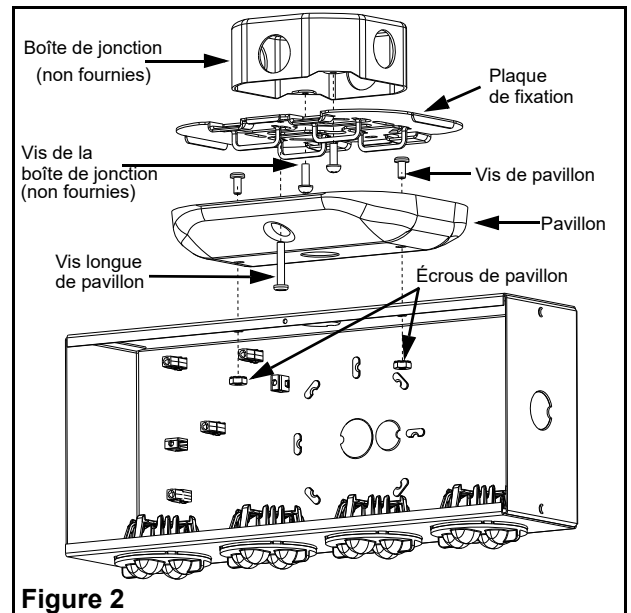

Figure 2
### Canopy - Montage au plafond ou en extrémité (Figure 2 & 3)
- e. A l'aide des vis et des écrous fournis, fixez pavillon au boîtier. (Voir fig. 2 et 3)